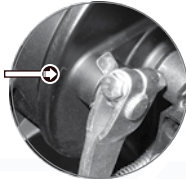

Imagen 21. Desgaste de freno trasero.
3. Verificar que el indicador de desgaste no alcance la línea de desgaste. Ver imagen 21.